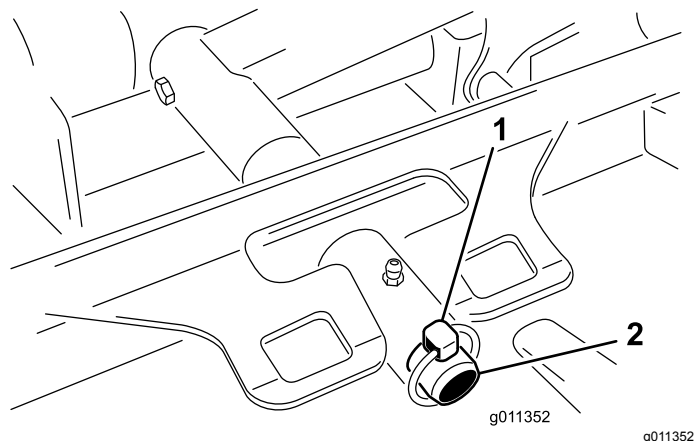

図 56
3. デッキのキャリア・フレームを昇降アームのピボット・ピンに固定しているリンチ・ピンGM4700の場合はリテーナ・ナットを外す 図 56。
3. デッキのキャリアフレームを昇降アームのピボットピンにセットする。リンチピンまたはリテーナナット GM 4700 の場合で固定する 図 56。